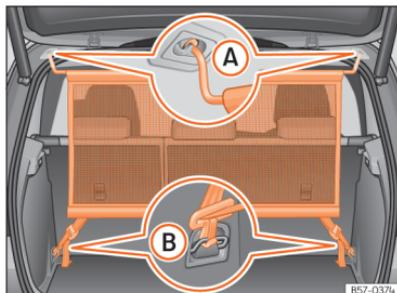

Fig. 175 Rede de separação montada.
- Engate a rede de separação do alojamento esquerdo do teto »» Fig. 175 (A). Certifique-se de puxar a haste transversal para baixo além da posição superior.
- Engate a rede de separação no alojamento direito do teto, comprimindo a vareta transversal »» Fig. 175 (A).
- Engate os dois ganchos da rede de separação nas argolas de fixação da bagageira »» Fig. 175 (B) e tensione bem os cintos de fixação.